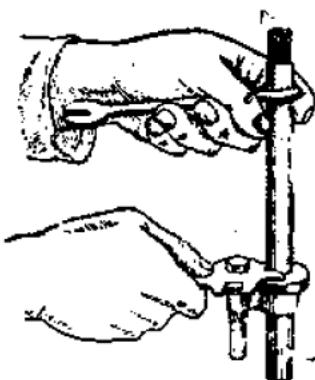

Рис. 14. Отделение
10. Отделить регулятор: а) удерживая ствол, как при отделении пламегасителя, вынуть при помощи выколотки шплинт (разрезную чеку) гайки регулятора; б) наложить ключ на гайку и отвинтить её (рис. 14); если гайка закреплена тую, сронуть её с места легкими ударами руки по ребру надетого на гайку ключа; в) вынуть регулятор.